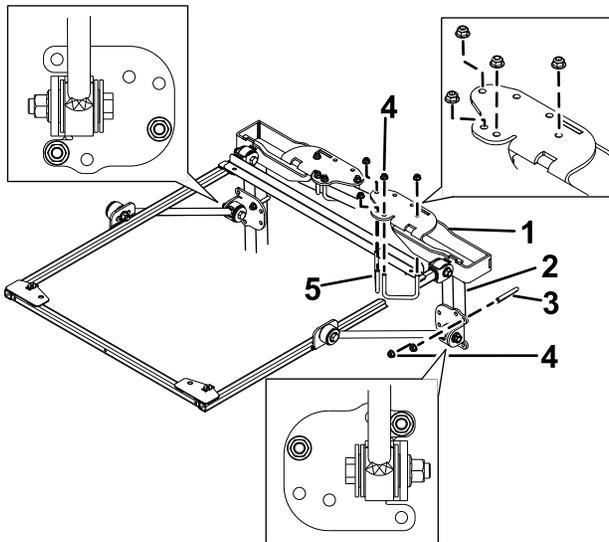

Bild 36
- Befestigen Sie die Befestigungshalterungen des Überrollschutzes an der Oberseite des Überrollbügels der Zugmaschine (Bild 36). Stellen Sie sicher, dass der Überrollbügel in den Befestigungshalterungen des Überrollschutzes zentriert ist.
- Befestigen Sie jede Befestigungshalterung des Überrollschutzes mit zwei U-Bügeln ($2\frac{3}{4}$ ") und vier Bundmutter in den in Bild 36 abgebildeten Befestigungslöchern an der Oberseite des Überrollbügels.
den in Bild 36 abgebildeten Befestigungslöchern an den Streben des Überrollbügels.